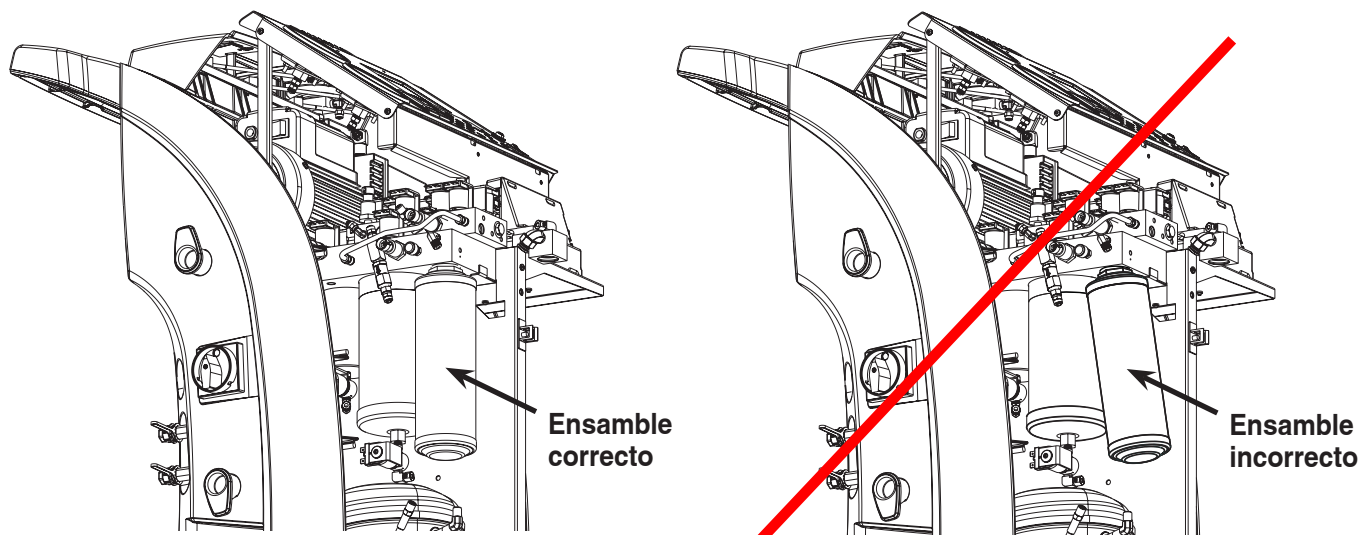

Figura 17
6. Instale el nuevo filtro roscándolo hacia la derecha. Verifique que el filtro esté colocado correctamente, como se muestra en la Figura 17. Apriete el filtro a 20 N•m.